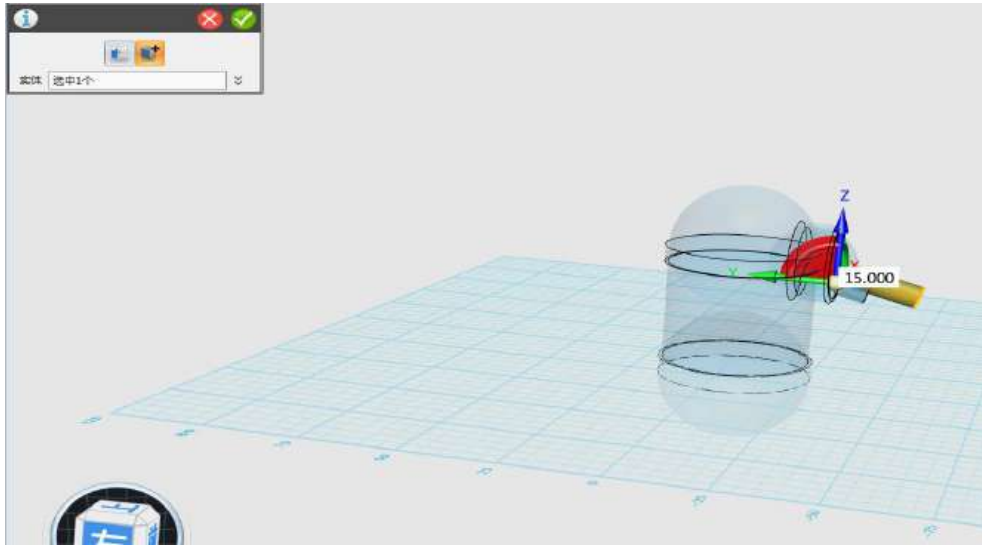

图 1-14
Step 14 点击左视图，选择移动命令，让圆柱体沿 Y 轴进行移动，移动距离为 15，如下图 1-14 所示：